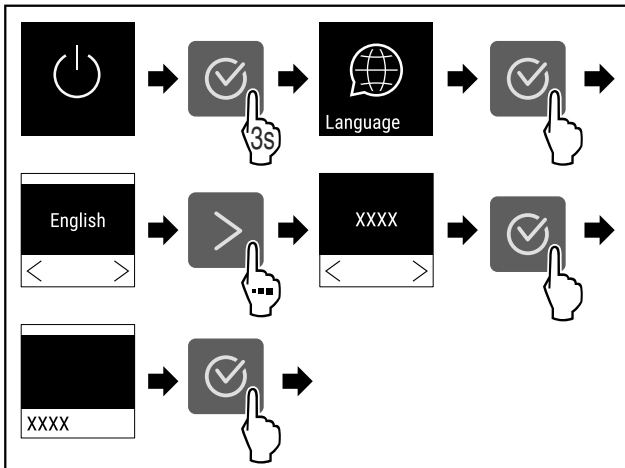

Fig. 50
- Suorita toimenpidevaiheet (katso Fig. 50).